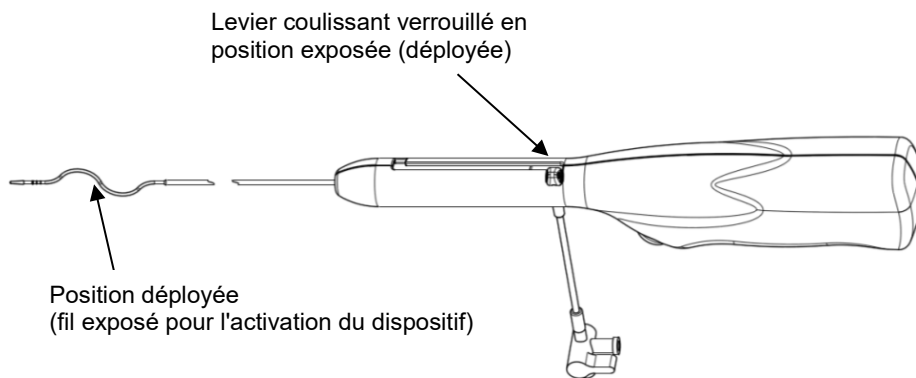

Figure 4
12. Avancer l'extrémité flexible jusqu'à la partie la plus distale du caillot. Exposer le fil sinusoïdal. Pour ce faire, déverrouiller et rétracter complètement le levier coulissant, puis tourner ce dernier jusqu'à entendre un « clic » (voir la Figure 4). Confirmer la position du dispositif dans le site de traitement par radioscopie. Appuyer sur l'interrupteur MARCHÉ/ARRÊT pour activer la rotation.
Avertissement : ne pas avancer l'extrémité flexible au-delà de l'anastomose. Dans une fistule, avancer l'extrémité flexible jusqu'à la partie la plus centrale du caillot. Exposer le fil sinusoïdal. Pour ce faire, déverrouiller et rétracter complètement le levier coulissant, puis tourner ce dernier jusqu'à entendre un « clic » (voir la Figure 4). Confirmer la position du dispositif dans la fistule ou la greffe par radioscopie. Appuyer sur l'interrupteur MARCHE/ARRÊT pour activer la rotation.